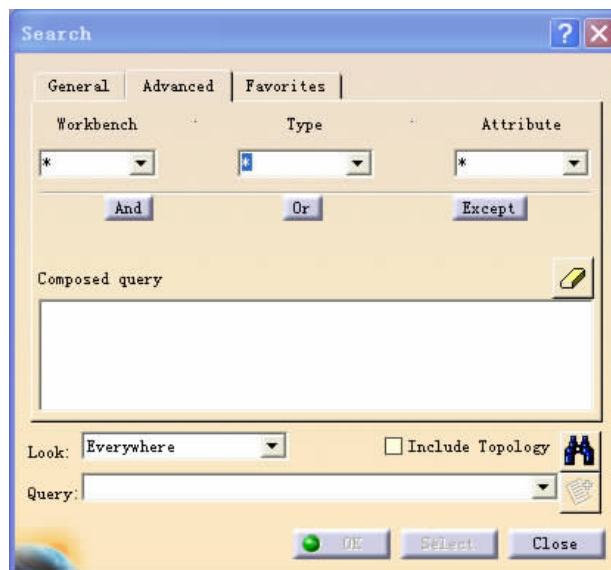

图 1-27 高级选项
(2) Advanced (高级) 选项 如图 1-27 所示，在 Workbench (工作台) 下拉列表框中选择想要查找的模块，在 Type (类型) 下拉列表框中选择想要查找的类型，在 Attribute (属性) 下拉列表框中选择属性的组合。单击查找按钮，则文件中这些特性就会被选中并高亮显示，并在对话框中列出它的特性。